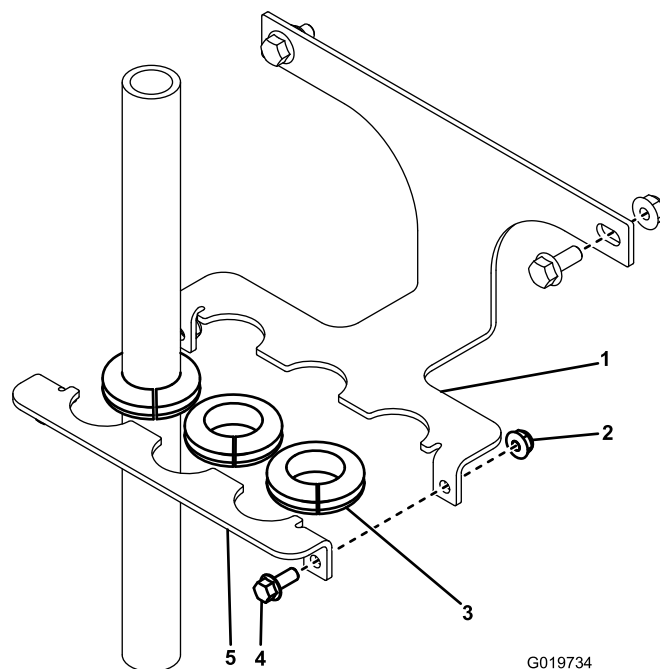

Figura 1
1. Monte la parte trasera del soporte de estabilización en la parte trasera de la placa de montaje de la válvula con los 2 pernos y tuercas existentes (Figura 1).
2. Corte y abra los anillos de goma y colóquelos alrededor de las mangueras acopladas a la unidad (Figura 1).
3. Alinee los anillos de goma con las ranuras de los soportes de estabilización, y sujete la parte delantera del soporte de estabilización a la parte trasera del soporte usando 2 pernos con arandela prensada y 2 tuercas con arandela prensada (Figura 1).